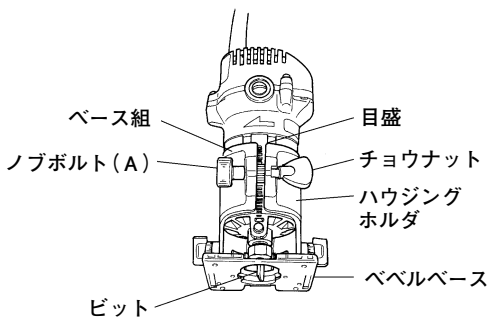

図 8
(1) ベース組のチョウナットをゆるめます。
(2) ノブボルト（A）を回し、ベース組を上下に移動させ、ベベルベース先端とビットの先端を合わせます。（図8）